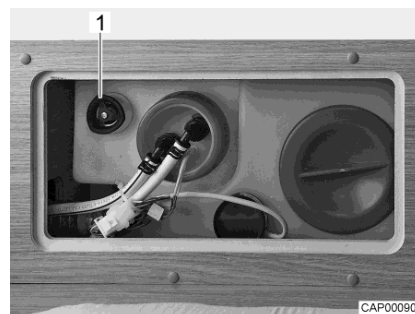

Fig. 98 Depósito de agua con tirador giratorio
- Girar el tirador giratorio (Fig. 98,1) sobre el depósito de agua en sentido de las agujas del reloj, hasta el tope.
- Abrir: ■ Girar el tirador giratorio (Fig. 98,1) sobre el depósito de agua en sentido contrario a las agujas del reloj, hasta sentir resistencia. El agua se saldrá hasta aprox. 20 litros.